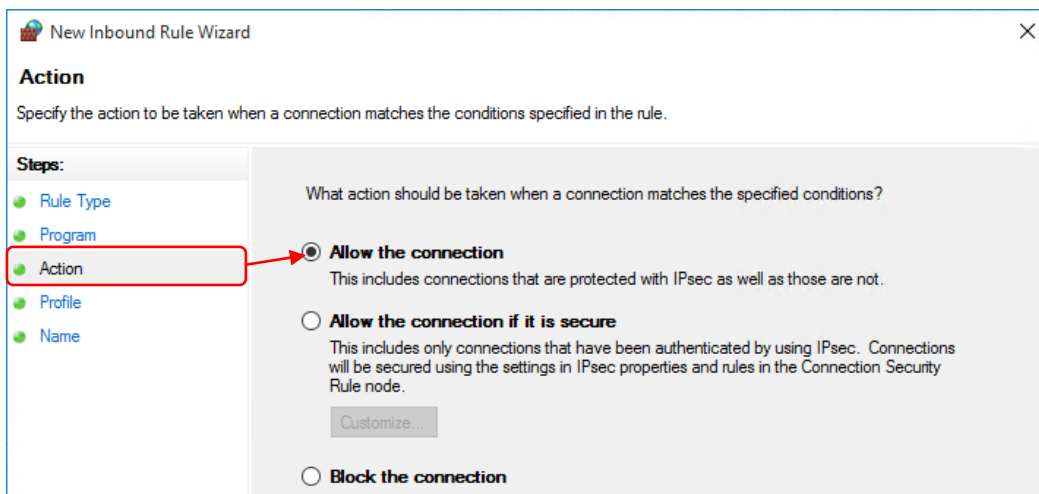

Abbildung 130: Aktionsseite für neue Inbound Regel
8. Wählen Sie auf der **Action** Seite **Allow the connection** (Abbildung 130).